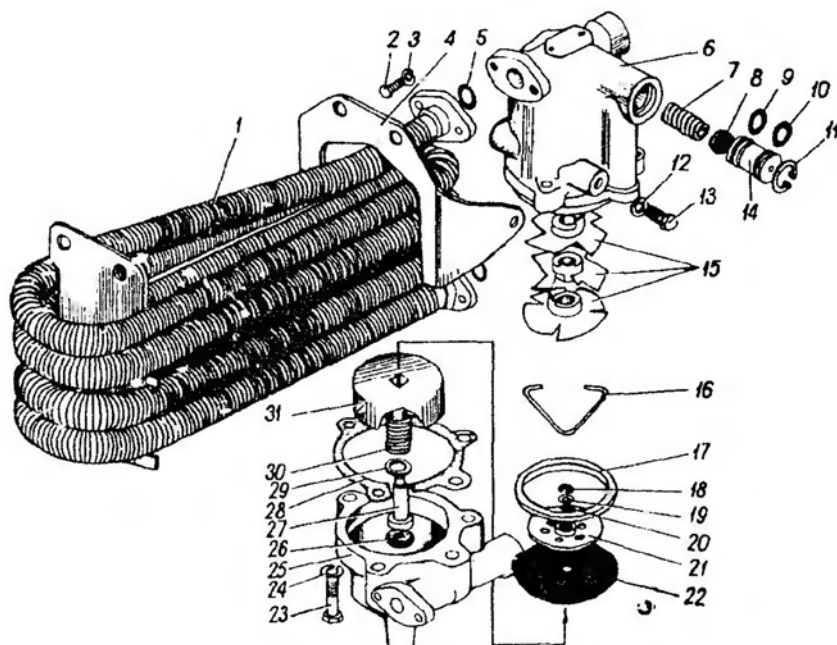

Рис. 336. Водоотделитель пневмотормозов:
1. Выверните болты 13 (рис. 336) и отсоедините кронштейн 4 от водоотделителя	Ключ 13 мм